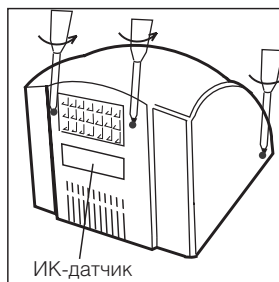

Рисунок 3
- При помощи отвертки вывинтите винты из нижней и боковых панелей сушилки и снимите крышку (рис. 3).